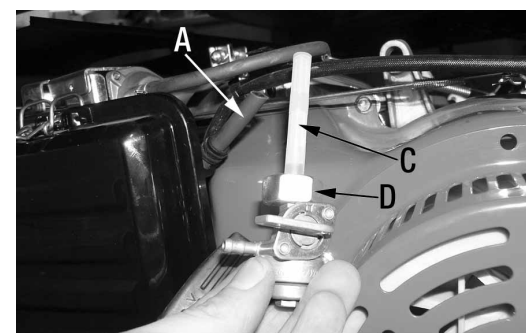

Figure 16
- 1) Une fois que le réservoir et le carburateur sont écoulés, débranchez le boyau à essence (A) Fig.16 de la soupape à essence et ensuite dévissez l'écrou de la soupape à essence (B).
- 2) Retirez la soupape à essence du réservoir, le filtre à essence (C) peut maintenant être nettoyé. Le filtre doit être complètement sec avant de le réinstaller.